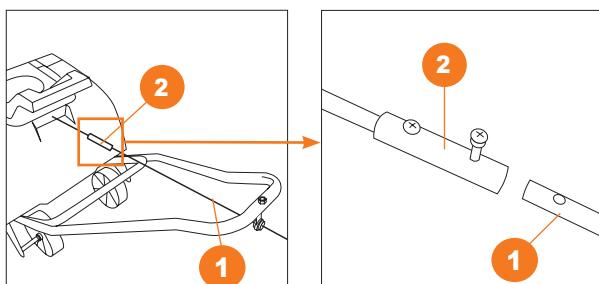

Рис. 11
4. Подсоедините ручку изменения направления выброса ① к шарниру поворотного механизма ② у основания желоба выброса (Рис. 11).